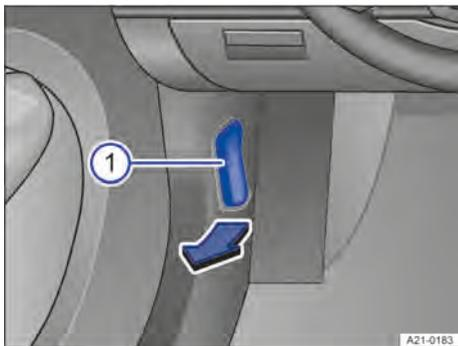

Fig. 171 Na área para os pés à esquerda: alavanca de destravamento da tampa do compartimento do motor (representação esquemática).
1. Antes de abrir a tampa do compartimento do motor, assegurar que os braços dos limpadores dos vidros estejam encostados no para-brisa → ①.
2. Abrir a porta do condutor e puxar a alavanca de destravamento no sentido da seta → Fig. 171 ①.